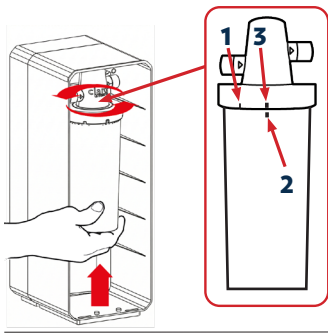

Fig. 1-4
17.4 – Prendere il filtro nuovo dopo averne rimosso la pellicola e il tappo protettivo, posizionarlo nella sede di aggancio allineando il marcatore **2** del filtro alla posizione di inserimento **1**, ruotare il filtro da sinistra verso destra fino a raggiungere il finecorsa **3**. Il marcatore sul filtro **2** dovrà ora essere in linea con il finecorsa **3** sulla testata del filtro, vedi Fig. 1-4.